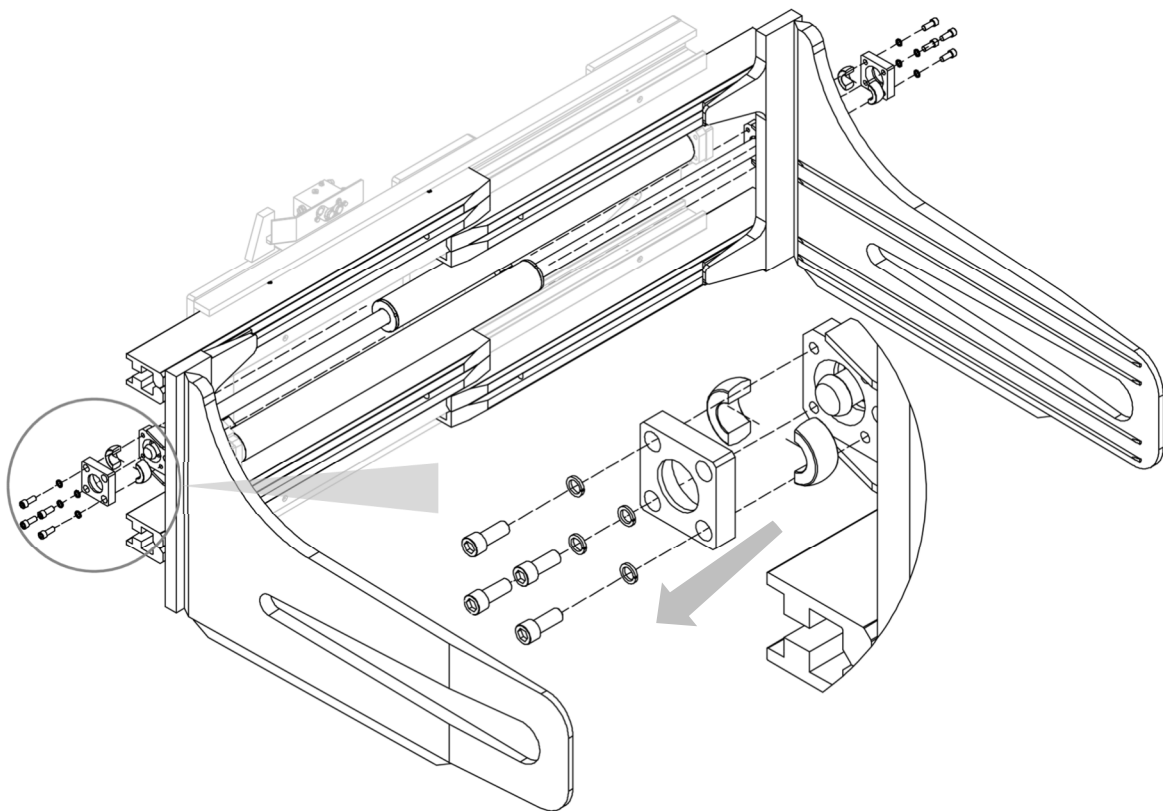

Figure 21
3. Retirer les contre-bridges et les colliers qui relient les mâchoires aux vérins (voir *Figure 21*).